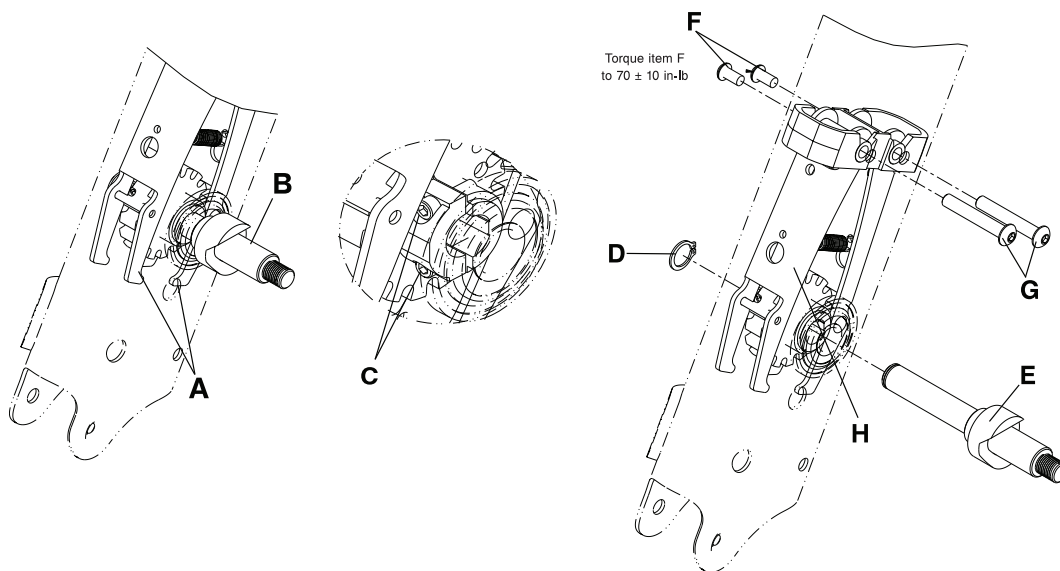

Figura 4-30: Sustitución del conjunto de las mordazas del freno
2. Abra de forma manual las mordazas del freno (A). Con la otra mano, gire el conjunto del eje de las ruedas traseras (B), de forma que los tornillos de cabeza cilíndrica Allen (C) miren hacia la parte inferior de la silla (Figura 4-30 de la página 4-48).
3. Con una llave hexagonal de 9/64 in, afloje los dos tornillos de cabeza cilíndrica Allen (C) del conjunto del eje de las ruedas traseras (B) (Figura 4-30 de la página 4-48).
4. Con las tenazas para anillos de retención, retire el anillo de retención (D) (Figura 4-30 de la página 4-48) que fija el conjunto del eje de las ruedas traseras (E) (Figura 4-30 de la página 4-48) a la estructura de la silla. Guarde el anillo de retención.
5. Retire el conjunto del eje de las ruedas traseras (E) (Figura 4-30 de la página 4-48).
6. Con una llave hexagonal de 5/32 in y una llave hexagonal de 3/16 in, retire los tornillos (F) y las tuercas espaciadoras de las mordazas del freno (G) que fijan el conjunto de las mordazas del freno (H) (Figura 4-30 de la página 4-48). Cuando vuelva a colocar los tornillos (F), utilice una llave dinamométrica de 3/8 in para apretarlos a  $70 \pm 10$  in-lb ( $8 \pm 1,1$  Nm).
7. Retire y deseche el conjunto de las mordazas del freno (H) (Figura 4-30 de la página 4-48).